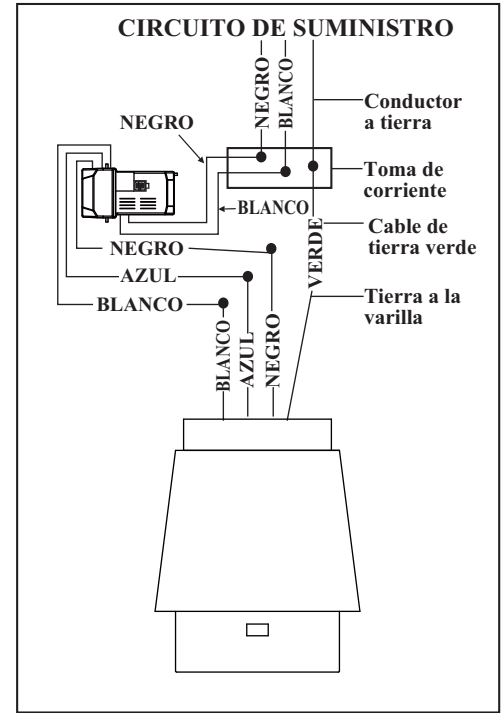

Figura 7
1. (Figura 7) Conexiones del motor al receptor: Conecte el alambre negro del abanico a el alambre negro marcado "al Motor L" del receptor. Conecte el alambre blanco del abanico a el alambre blanco marcado "al Motor N" del receptor. Conecte el alambre azul del abanico a el alambre azul marcado "Para la Luce" del receptor. Asegure las conexiones con los conectores de alambres proveidos.
2. (Figura 7) Conexiones del receptor a los alambres alimentación: Conecte el alambre negro (corriente) de la caja de salida a el alambre negro marcado "AC in L" del receptor. Conecte el alambre blanco (neutral) de la caja de salida a el alambre blanco marcado "AC in N" del receptor. Asegure las conexiones con los conectores de alambres proveidos.
3. (Figura 7) Si la Caja de salida tiene un alambre a tierra (verde o cobre) conectelo a los alambres verdes de tierra de las abrazaderas de montar y colgar; y si no, conecte los alambres verde de tierra de las abrazaderas de montar y colgar solos. Asegure la conexión con un conector de alambres, sepárelos para que los alambres verdes y blancos queden a un lado y los alambres negros y blancos del otro lado.